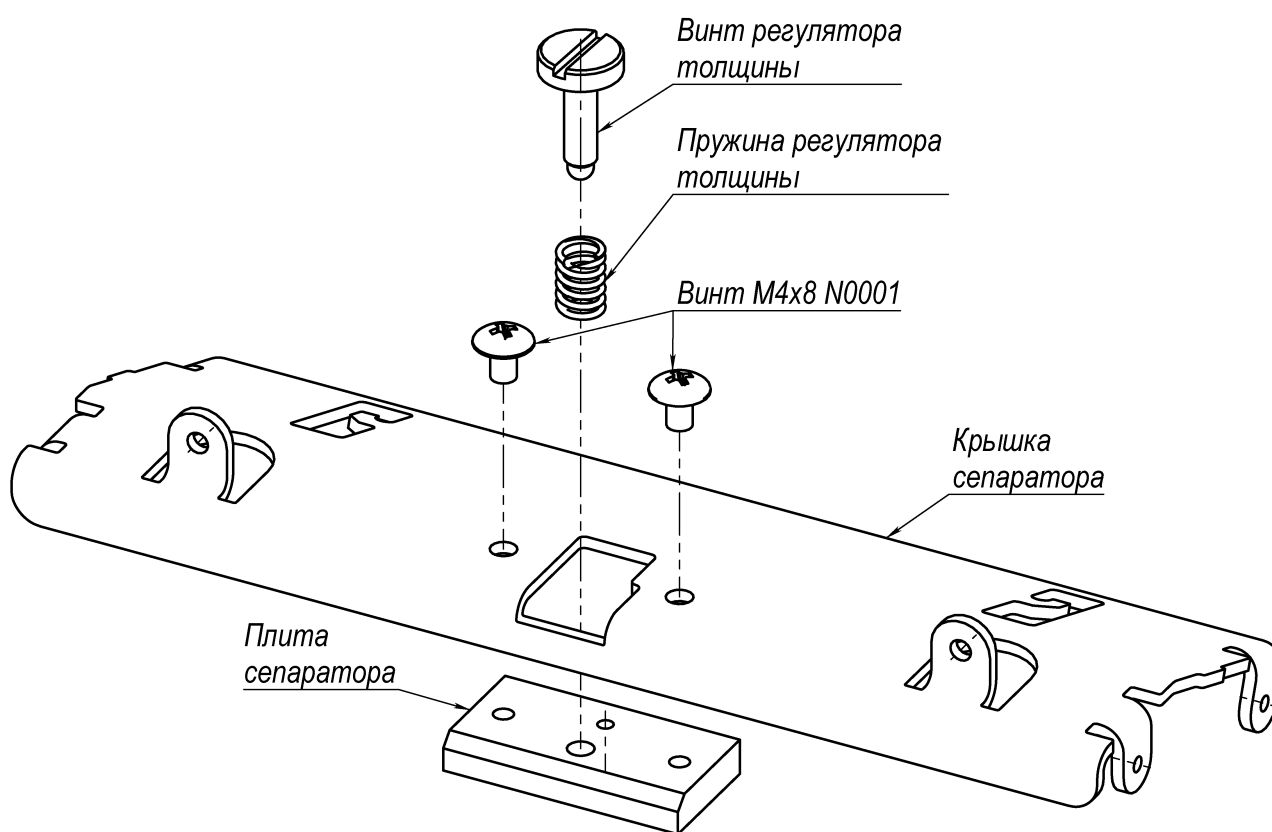

Рис. 38
1. Вывинтите винт регулятора толщины (Рис. 38).